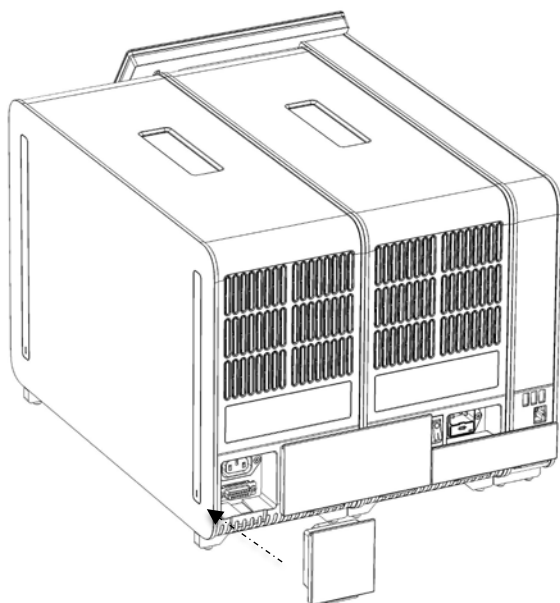

Рис. 19. Приєднання заглушки.
7. Приєднайте заглушку на задній панелі аналітичного модуля (рис. 19).